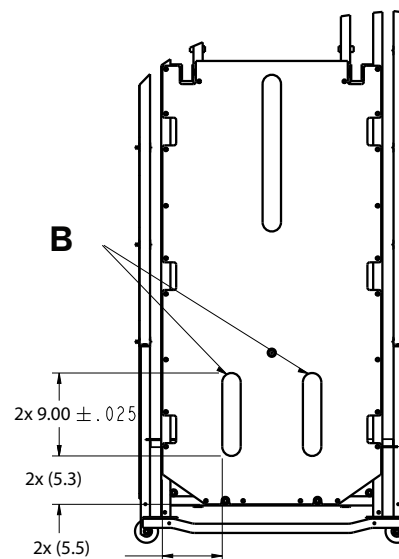

Figur 1 – Påsætning af Velcro® enheden på ryglænet
6. Fjern bagbeklædningen fra **Velcro®** enheden til ryglænet (A), og sæt **Velcro®** enheden fast på ryglænet (Figur 1).